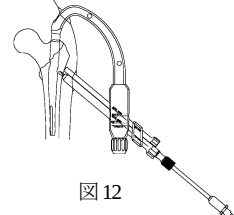

図12
- 骨質が硬い場合は、コーテックスドリルにて皮質を開創します。（図12）